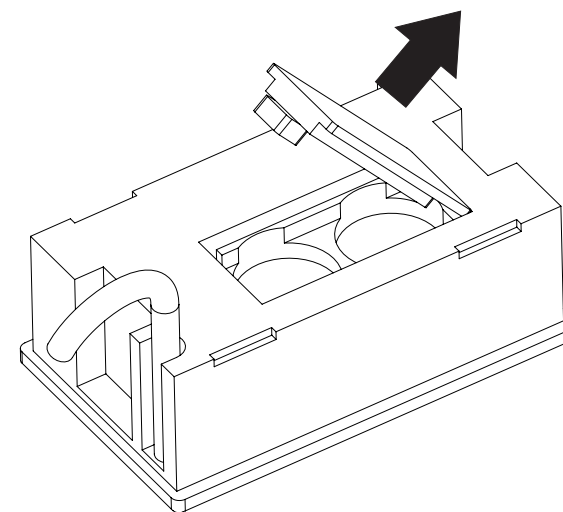

Рис.2
4. Откройте крышку и произведите замену батареек (см рис. 2).